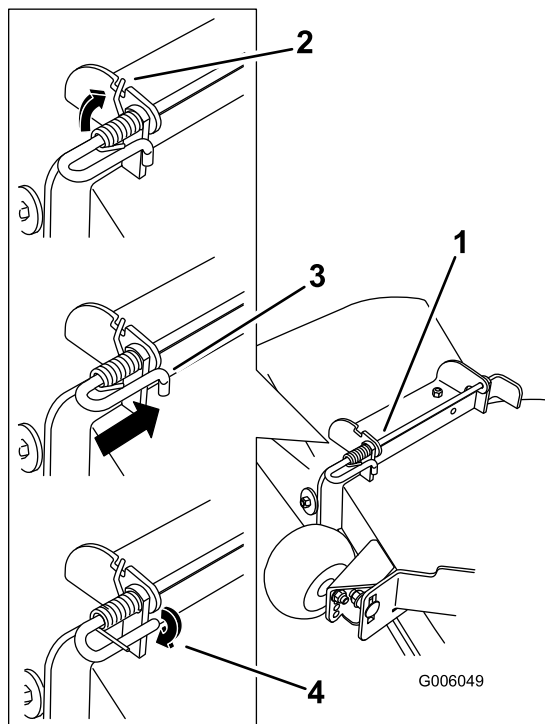

Figure 51
4. Soulevez le côté long du ressort et placez-le dans le cran du support de l'ensemble déflecteur (Figure 51).
5. Fixez l'ensemble tige et ressort en le tournant de sorte à pouvoir placer l'extrémité courte de la tige derrière le support avant soudé au tablier de coupe (Figure 51).